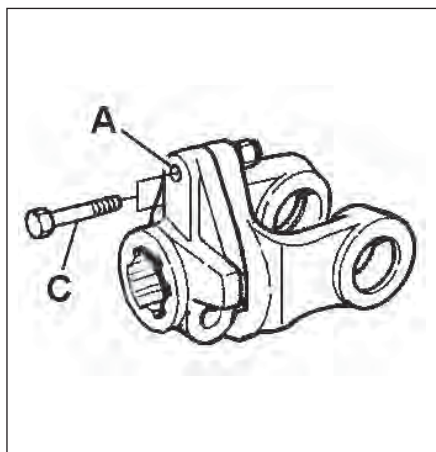

Fig. 31
Ogni albero cardanico è munito di un dispositivo di sicurezza, contro i sovraccarichi, costituito da una vite **C** (Fig. 31). La vite di sicurezza deve rompersi ogni qualvolta venga superato il limite massimo di sicurezza ammesso. La dimensione e il materiale di questa vite devono corrispondere scrupolosamente ai dati riportati in tabella «TAB. 10 - VITE DI SICUREZZA».
*Chaque cardan est muni d'un dispositif contre la surcharge constitué par un boulon **C** (Fig. 31). Le boulon de sécurité doit se casser toutes les fois que la limite maximale de charge admise est dépassée. La dimension et le matériel de ce boulon doivent correspondre scrupuleusement aux données transcrites sur la Table «TAB.10 - BOULON DE SECURITE».*
E Jede Gelenkwelle ist mit einer SichermaXeitsschraube versehen, die von einer Schraube **C** (Abb. 31) zusammengesetzt ist. Die SichermaXeitsschraube soll brechen, wenn die Überlastungsgrenze überschritten wird. Stoff und Abmessung dieser Schraube sollengena den auf der Tabelle «TAB.10-TORNILLO DE SEGURIDAD» angebrachten Angaben entsprechen.
Each cardan shaft is equipped with a safety device against overloads; the device consists of a screw **C** (Fig. 31).
Cada árbol cardánico está provisto de un aparato de seguridad contra las sobrecargas constituido por un tornillo **C** (Fig. 31).